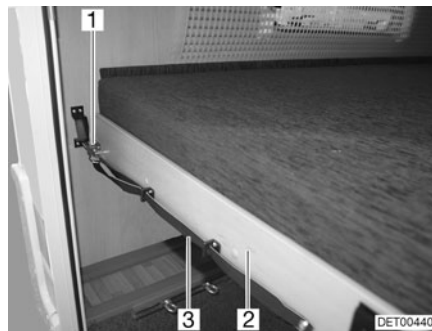

Fig. 91 Litera (parte trasera)
- Tirar del lazo (Fig. 91,3) y soltar el pestillo (Fig. 91,1).
- Tirar el somier (Fig. 91,2) junto con el colchón hacia delante hasta que engatille.